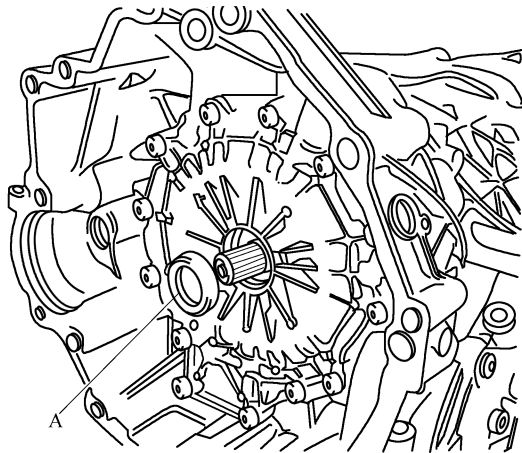

图 2-2-50 安装输入轴、输入轴盖板以及输入轴密封环 A
(4) 若塞尺 T40102 以箭头方向移动时未受阻, 则依次安装输入轴、输入轴盖板、输入轴密封环 A (图 2-2-50), 并加注 ATF。